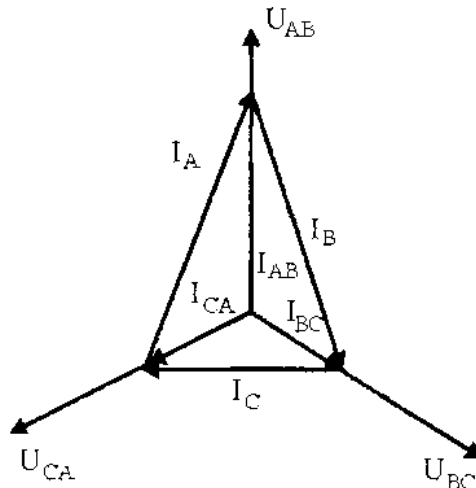

Рис. 36
4. Построение векторной диаграммы (рис. 36). Выбираем масштабы: